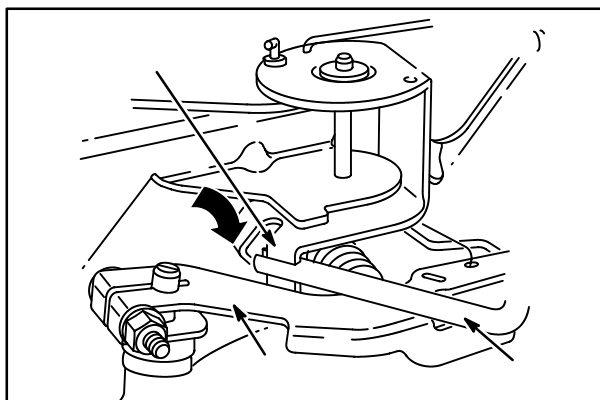

Fig. 44
7. Com a alavanca de controle do equipamento na posição SLOW (lento) e o motor funcionando na RPM sem carga regulada, use a Chave do acoplador **19352** (1) e o acoplador que restringe o acelerador (7) para que ele só entre em contato com a alavanca do regulador (8), **Fig. 44**.